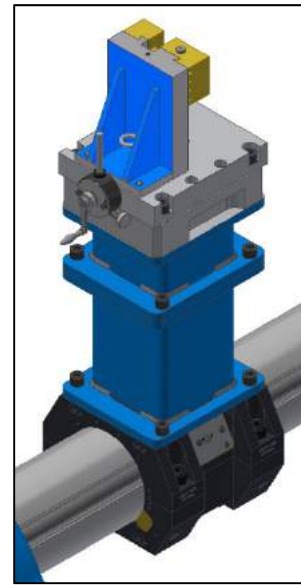

Figura 23. Cabezal de revestimiento montado con separadores al portaherramientas
- b) Si se utiliza al menos un espaciador (consulte la Figura 23), use la manivela de la caja de alimentaci3n para realizar ajustes manuales y activar la alimentaci3n autom1tica. La manivela de la caja de alimentaci3n es una herramienta combinada que permanece unida al cabezal de revestimiento mientras est1 en funcionamiento (consulte la Figura 27 en la p1gina 36).